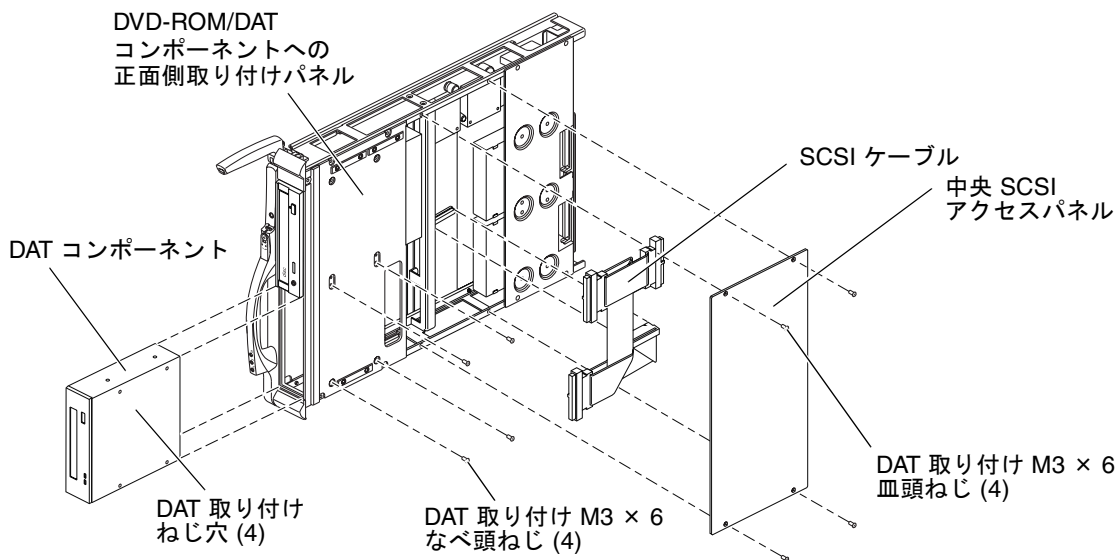

図 7-5 SC 周辺装置ボードからの DAT の取り外しおよびアクセスパネル — 分解図
6. SC 周辺装置ボードの内部 DAT コンポーネントを取り扱うため、図 7-5 に示すように、正面側の取り付けパネルから 4 本の M3×6 なべ頭ねじを外します。